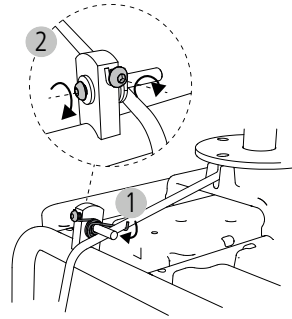

Abb. 4
- herrunterdrücken die Feder (Abb. 4, 1) und dann die Schrauben (Abb. 4, 2).
- Die Verschraubung wieder einsetzen und und festziehen (Abb. 4, 2).
- Abschließend die wieder Feder spannen (Abb. 4, 1).